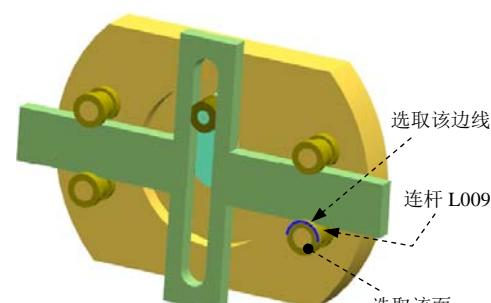

图 10.1.14 定义旋转副（七）
(1) 选择连杆。选取图 10.1.14 所示的连杆 L009。
(2) 定义原点及矢量。在“运动副”对话框的指定原点下拉列表中选取“圆弧中心”选项，在模型中选取图 10.1.14 所示的圆弧为定位原点参照；选取图 10.1.14 所示的面作为矢量参考面。